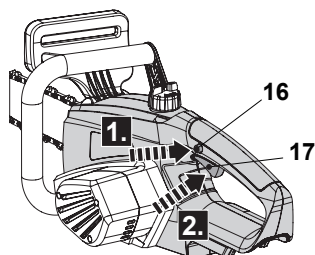

Fig. 19
1. Pressionar o botão de desbloqueio (16) e mantê-lo na posição (Fig. 19, passo 1).
2. Apertar o botão de ligar/desligar (17) para ligar o produto (Fig. 19, passo 2). Soltar o botão de bloqueio depois.
3. Soltar o interruptor de ligar/desligar (17) para desligar o produto.